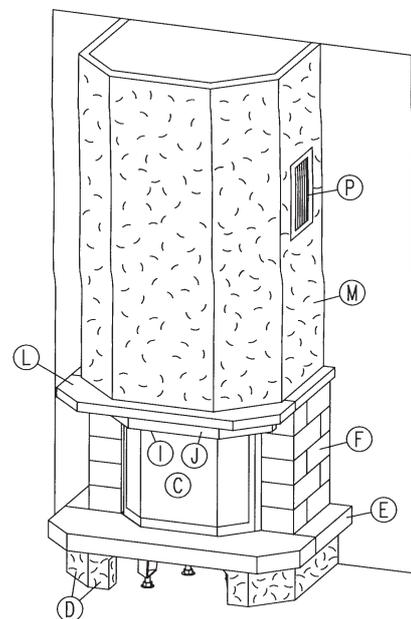

Abb. 11
- 14.6 Stecken Sie nun die Lüftungsgitter in die Einbaurahmen. **(Abb. 11)**